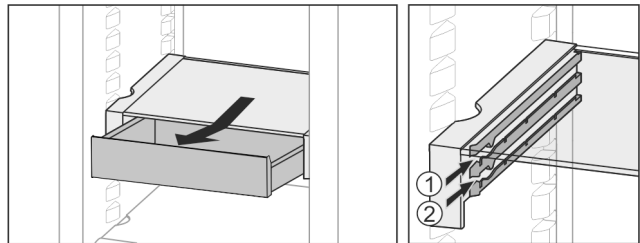

Fig. 29
- ▶ Op een willekeurige hoogte Fig. 29 (1) of Fig. 29 (2) erin schuiven.